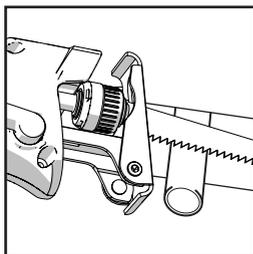

Fig. 11
- Corte la pieza de trabajo lentamente, permitiendo que la hoja flexible se curve según sea necesario. **(Fig. 11)**.